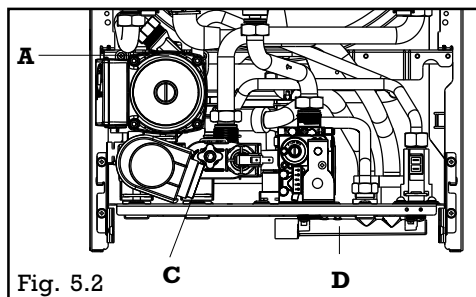

Fig. 5.2 C D
- dévisser le robinet de vidange de la chaudière C (fig. 5.2) en maintenant en place le coude du flexible d'évacuation pour éviter qu'il se déboîte, l'eau s'écoulera par le collecteur d'évacuation (D)
- le bouchon du purgeur d'air automatique A (fig.5.2) de 2 ou 3 tours